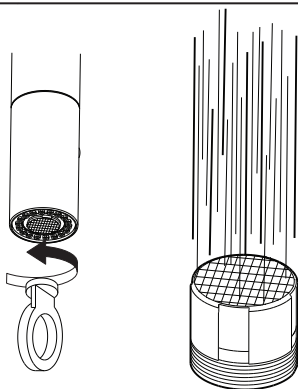

Fig 5
- Nettoyer et rincer l'**aérateur** (fig 5).
- Clean and rinse the **aerator** (fig 5).